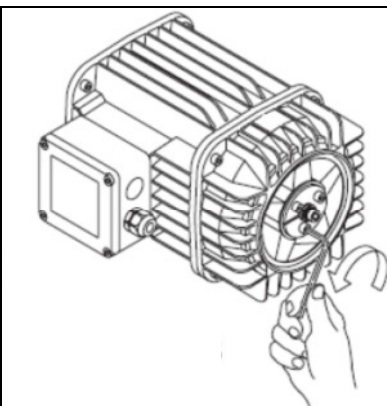

fig.47
4. Svitare completamente le tre viti dalla ghiera di bloccaggio del ceppo freno (fig. 47);